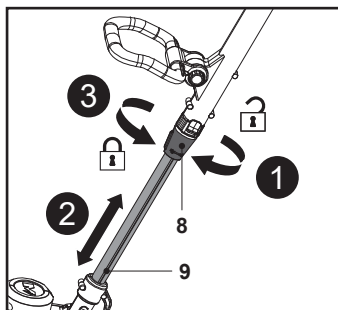

Fig. 7
1. Desserrer le manchon de blocage (8) dans le sens des aiguilles d'une montre (Fig. 7, étape 1).
2. Tirer ou pousser la perche inférieure (9) pour la régler sur la longueur souhaitée (Fig. 7, étape 2).
3. Serrer le manchon de blocage (8) dans le sens inverse des aiguilles d'une montre (Fig. 7, étape 3).